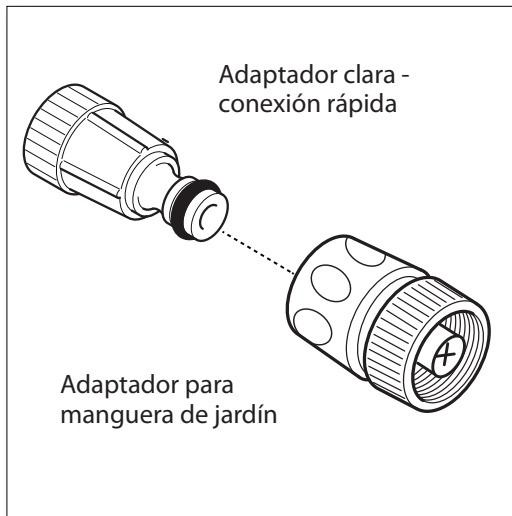

Fig. 13
- Instale el adaptador para manguera de jardín y el filtro de conexión rápida. Este está compuesto de dos piezas: (1) Un adaptador plástico con una malla de filtro (de 3 pulgadas) y (2) un casquillo (Fig. 13).